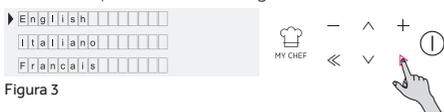

Figura 3
• Pulse OK para continuar. (Figura 3).